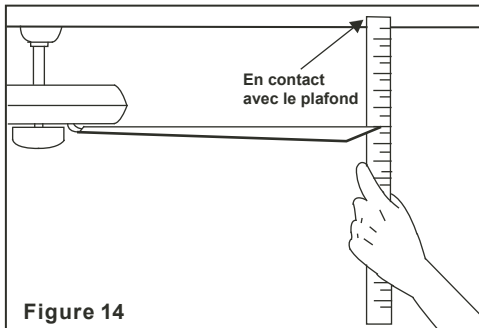

Figure 14
2. La plupart des problèmes de tremblement des ventilateurs sont causés une disparité de niveau de pale. Vérifiez ce niveau en sélectionnant un point sur le plafond au-dessus de l'extrémité de l'une des pales. Mesurez cette distance comme indiqué en Figure 14. Faites tourner le ventilateur jusqu'à ce que la pale suivante soit positionnée pour la mesure. Répétez l'opération pour chaque pale. L'écart de distance doit être de moins de 1/8 po.